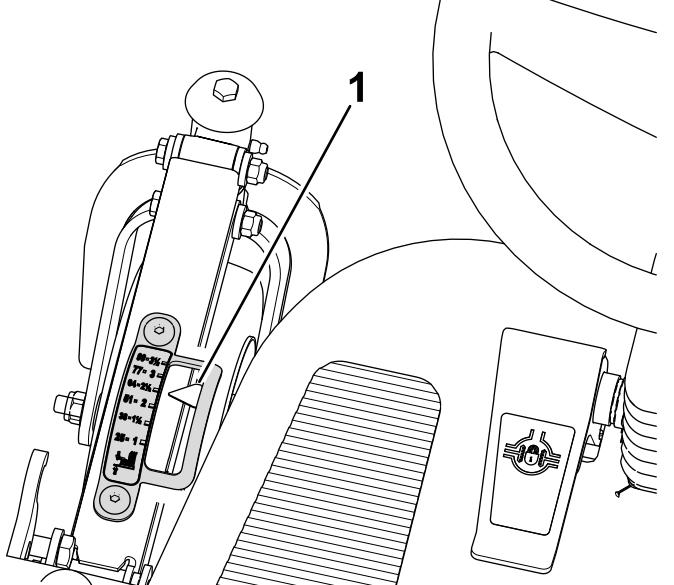
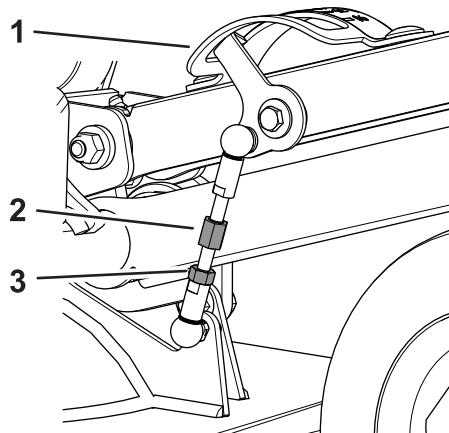

Figura 104
Figura 105
- A. Desaperte a porca de retenção que prendem a articulação da altura de corte (Figura 105).
- Rode a articulação até o ponteiro indicador da altura de corte ficar alinhado com a marca dos 64 mm quando visto a partir do banco do operador (Figura 104 e Figura 105).
- Aperte a porca de retenção (Figura 105).